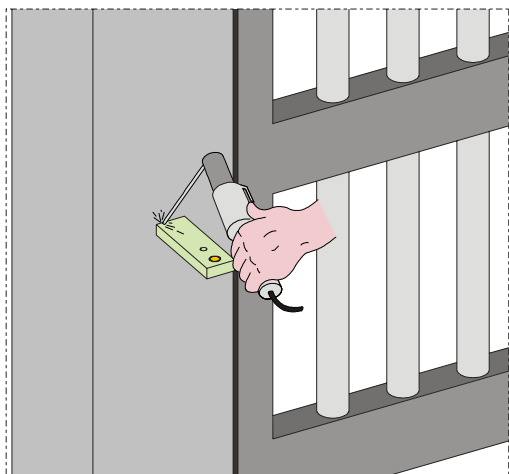
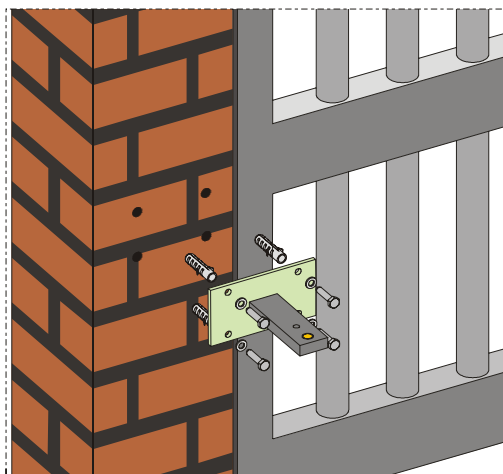

Fig. 6
Fig. 7
- 1) Fixer la patte postérieure dans la position déterminée précédemment. Si le pilier est en fer, souder minutieusement la patte directement sur le pilier (Fig.6). Si le pilier est en maçonnerie, utiliser la plaque spécifique (en option) pour la fixation à visser (Fig.7) en utilisant des systèmes de fixation adéquats. Souder ensuite minutieusement la patte sur la plaque.